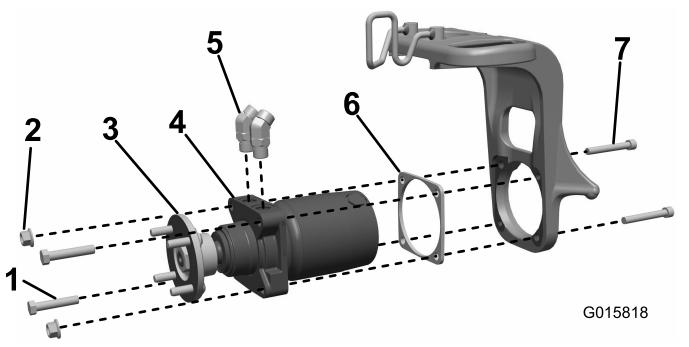

Figura 3
- Instale los acoplamientos hidráulicos de 45° en el motor de la rueda, orientándolos aproximadamente como se indica en la Figura 3. No apriete los acoplamientos.
- Máquinas con horquillas con 2 orificios roscados y 2 orificios pasantes donde el motor de rueda se monta en la horquilla:** Instale el conjunto de motor de rueda y el suplemento en la horquilla (colocando el suplemento entre el motor y la horquilla) y sujetelo con 2 pernos de cabeza allen (½" x 3¾"), 2 pernos (½" x 2½") y 2 contratuercas (Figura 3).